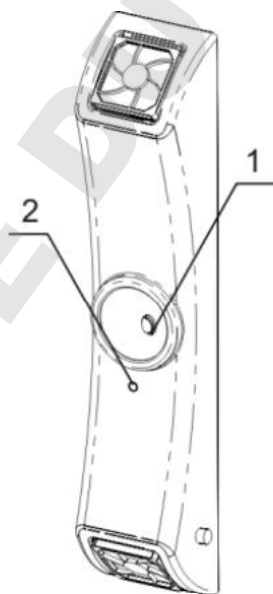

Fig.4 Vue d'ensemble
- 4.2. Mettez sous tension en appuyant sur l'interrupteur d'alimentation situé sur la face avant de l'appareil (fig.4/1 position I).
Remarque! Utilisez l'indicateur de fonctionnement de la lampe UV situé au centre du recirculateur (fig.4/2) pour vérifier que la lampe UV située à l'intérieur du recirculateur fonctionne. Si l'indicateur s'allume de l'intérieur lorsque l'interrupteur est en position ON, alors la lampe UV fonctionne. S'il ne s'allume pas, remplacez la lampe.